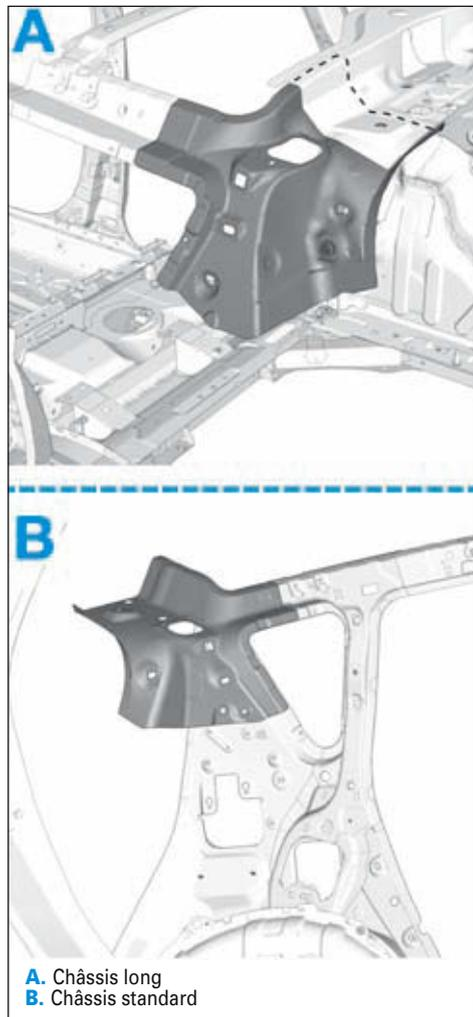

FIG.80
- Respecter les lignes de coupe (Fig.80).